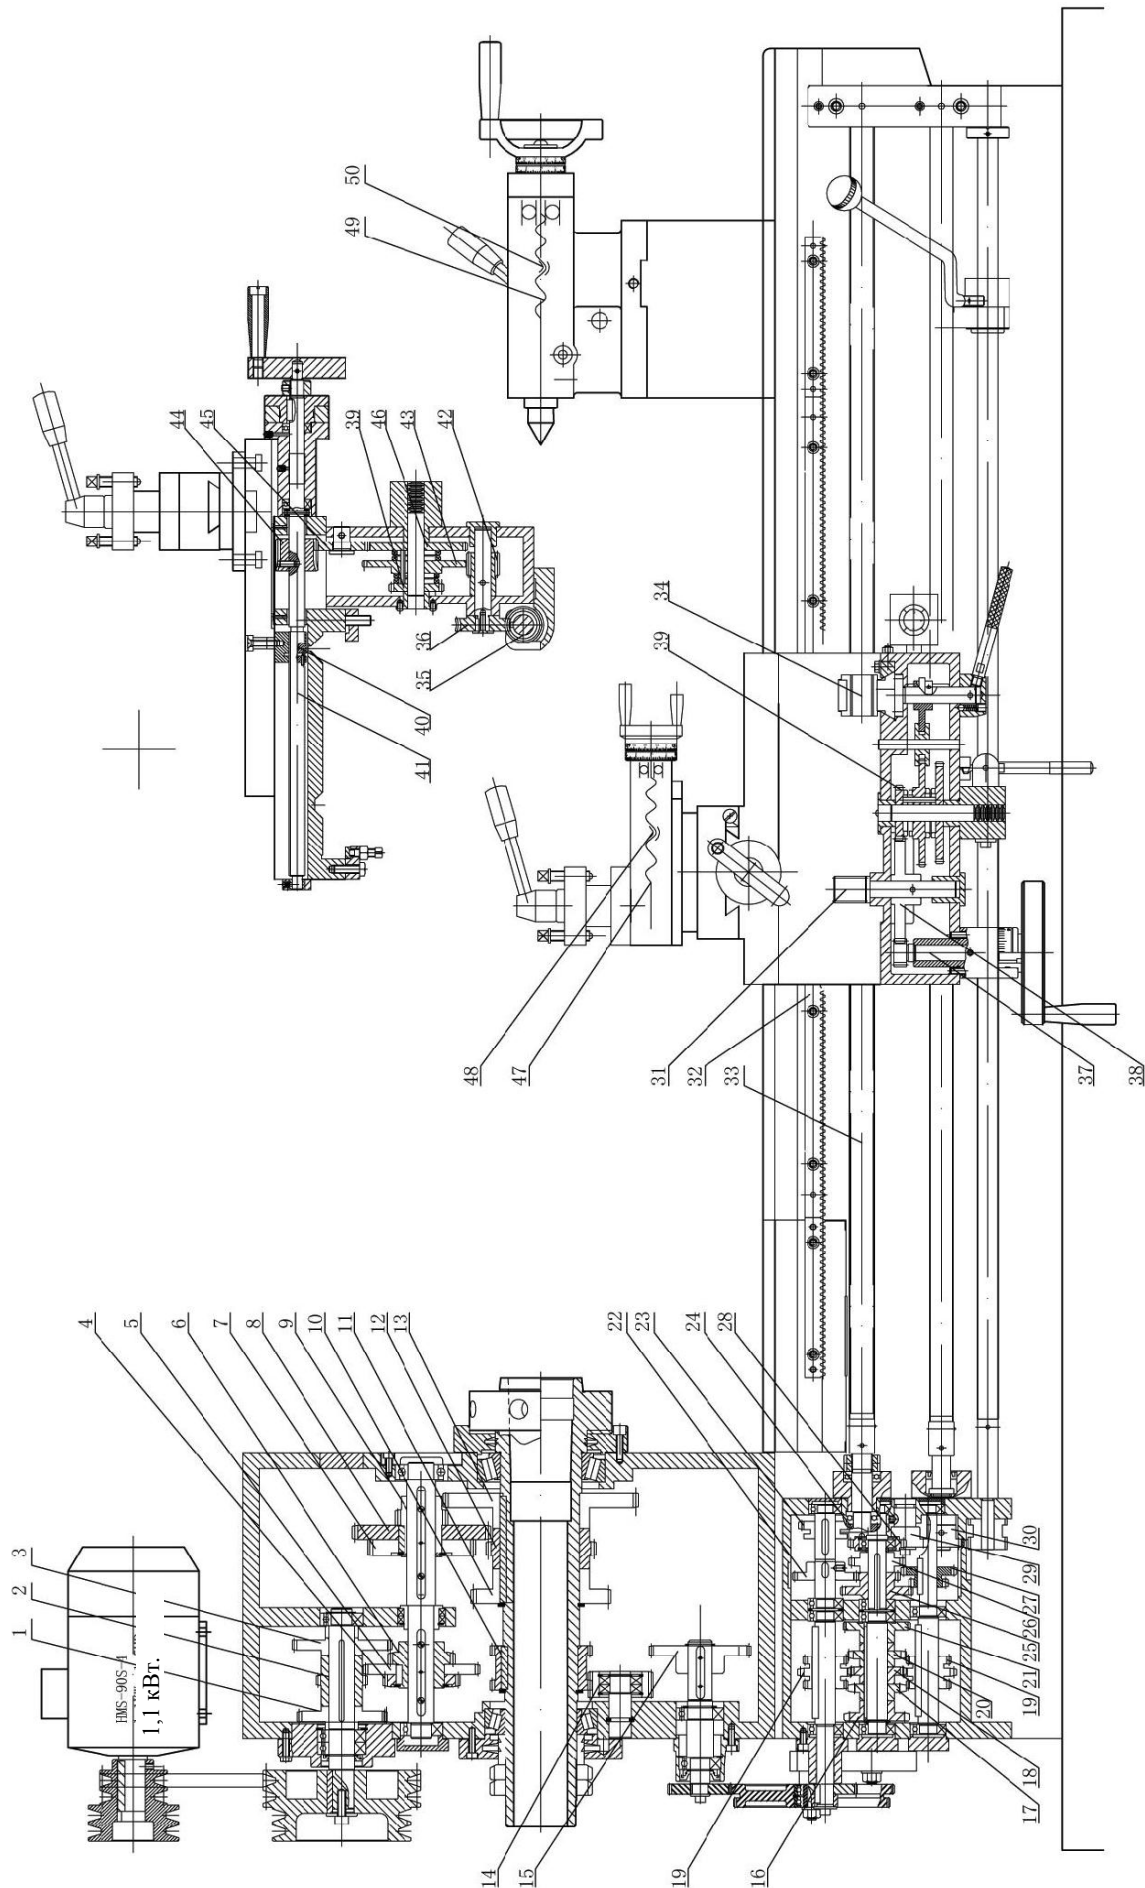

Рис. 4 Кинематическая система
**Кинематическая система и ее детали – Рис. 4, таблица 1 и изменения таблицы.**
КИНЕМАТИЧЕСКАЯ СИСТЕМА, СМ. РИС. 4, ТАБЛИЦУ 1
**КИНЕМАТИЧЕСКАЯ СИСТЕМА, см. Рис. 4**